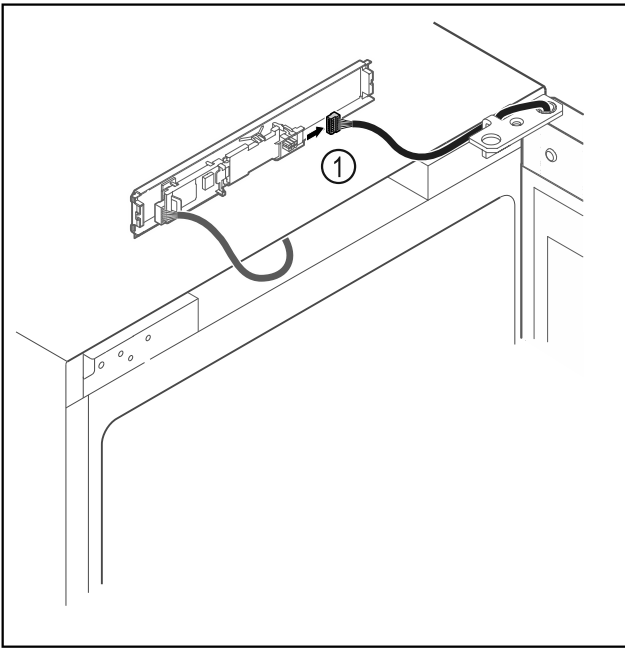

Fig. 17
- ▶ Витягнути штекер Fig. 17 (1) з плити.